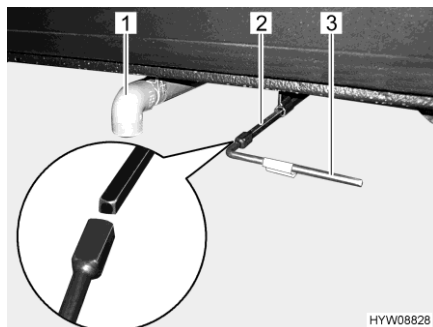

Fig. 105 Leva di comando e tubo di scarico (serbatoio delle acque grigie)
- Posizionare il tubo di scarico (Fig. 105,1) direttamente sopra la stazione di smaltimento oppure collegare il tubo di gomma per lo scarico (dotazione opzionale) al tubo di scarico (Fig. 105,1).
- Aprire il rubinetto di scarico. A tale scopo innestare la chiave quadra (Fig. 105,3) fornita in dotazione sul perno quadro del rubinetto di scarico (Fig. 105,2).
- Ruotare la chiave quadra (Fig. 105,3) di un quarto di giro in senso antiorario. Le acque grigie vengono scaricate.
- Dopo il deflusso completo delle acque grigie: Richiudere il rubinetto di scarico. A questo scopo ruotare la chiave quadra (Fig. 105,3) di un quarto di giro in senso orario.
- Sfilare e riporre la chiave quadra (Fig. 105,3).